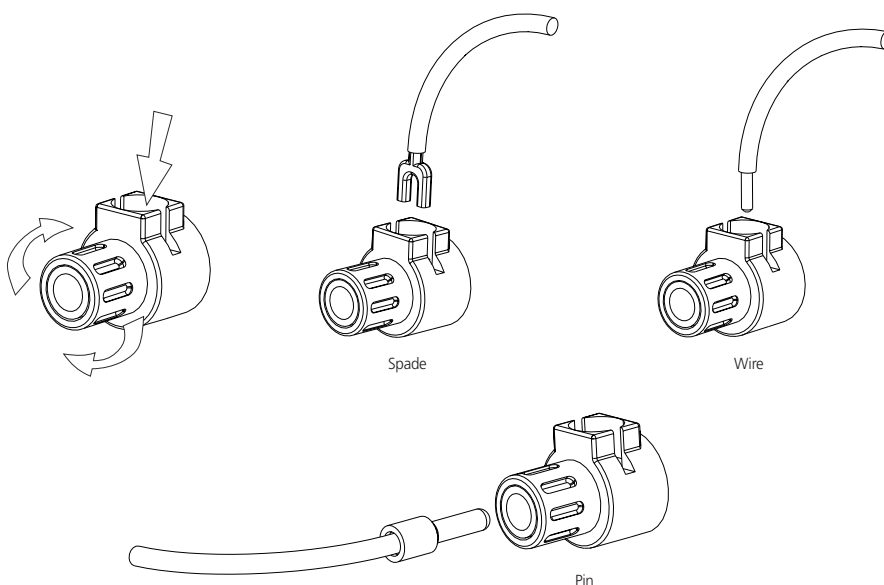

Abbildung 2
Verbinden Sie die Lautsprecherleitungen mit den Klemmen „+“ und „-“ auf der Rückwand des NAD Verstärkers der CI-Serie. Bei jedem Kanal ist die rote Klemme der positive „+“ Ausgang und die schwarze Klemme der negative „-“ oder „Masse“ Ausgang (siehe Abbildung 2).
- 1 Endhülsen: Eine Endhülse ist eine schlanke Metallröhre, die auf das blanke Ende eines Kabels gequetscht oder gelötet wird. Der Gewindebolzen jeder Schraubanschlussklemme enthält eine Bohrung, die Endhülsen mit einem Durchmesser von bis zu 3 mm aufnehmen kann. Lösen Sie die Plastikmutter der Schraubanschlussklemme so weit, bis die Bohrung im Gewindebolzen freiliegt. Führen Sie die Endhülse in die Bohrung ein und drehen die Plastikmutter im Uhrzeigersinn, bis sie fest sitzt (siehe Abbildung 2).
- 2 Kabelschuhe: Lösen Sie die Plastikmutter, schieben den U-förmigen Kabelschuh in den Zwischenraum unter der Plastikmutter und dem Gegenstück und drehen die Plastikmutter wieder fest (siehe Abbildung 2).
- 3 Blanke Kabelenden: Trennen Sie die beiden Leiter des Kabels (bei Paarleitungen) und isolieren an jeder Leitung ca. 1 cm ab. Verdrehen Sie in jedem Leiter die freiliegenden dünnen Litzen miteinander. Lösen Sie die Plastikmutter für „+“ und „-“, führen die blanken Kabelenden in die jeweilige Bohrung im Gewindebolzen ein und drehen die Plastikmutter wieder fest, bis sie das Kabel sicher hält (siehe Abbildung 2). Stellen Sie dabei sicher, dass keine einzelnen Drahtlitzen das Chassis oder eine benachbarte Anschlussklemme berühren. **Um sicherzustellen, dass sich die Plastikmutter nicht gelockert haben, ziehen Sie sie nach ca. einer Woche noch einmal nach.**